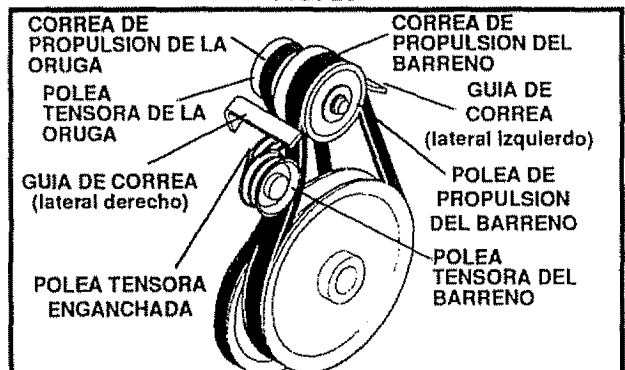

FIG. 26
- Afloje la tuerca en la polea tensora (Véase Fig. 26) y mueva la polea hacia la correa aproximadamente 1/8 de pulgada.